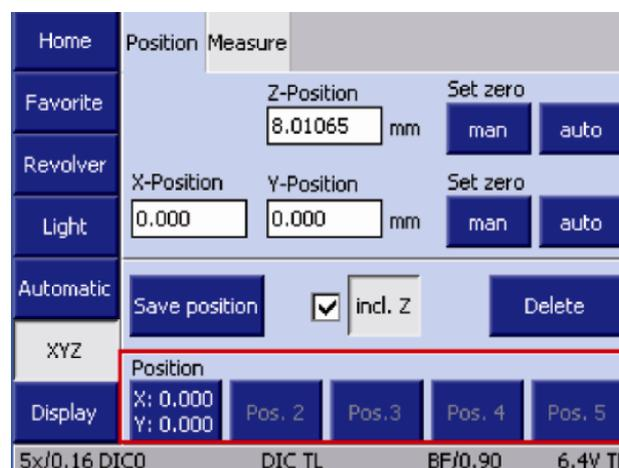

Fig 14 正置显微镜 Microscope->XYZ->Position 控制页面
**Save Position 按钮：**操作人员可以通过下方的位置按钮定义五个视野的坐标位置 (Fig. 14)。方法如下：